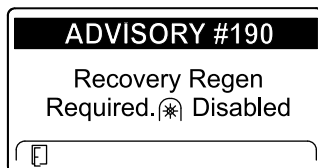

Figure 61
- ADVISORY #190 (avis n° 190), demande de régénération d'urgence – prise de force désactivée, affiché (Figure 61)